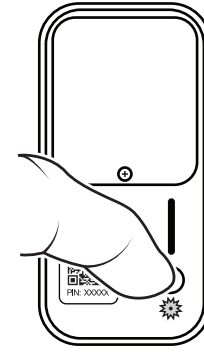

FIGURA 1
3. Presione y suelte el botón de programación. Esto inicia el proceso de adición manual. El LED parpadea en azul rápidamente cuando comienza el proceso de adición (consulte la Figura 1).